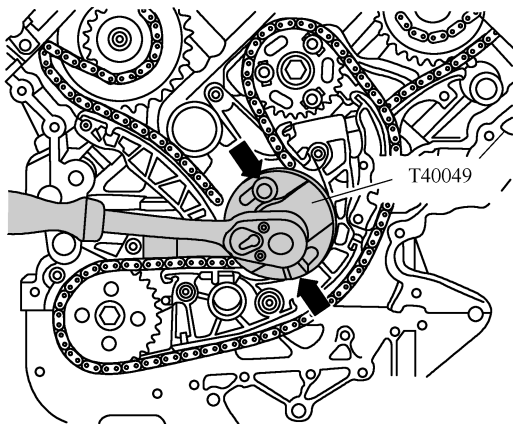

图 1-3-30 在曲轴后部装配适配接头 T40049
- (1) 拆卸变速器。
- (2) 拆卸离合器压板。
- (3) 拆卸双质飞轮。
- (4) 排放发动机润滑油。
- (5) 拆卸正时链下部盖板。
- (6) 如图 1-3-30 所示,在曲轴后部装配适配接头 T40049。